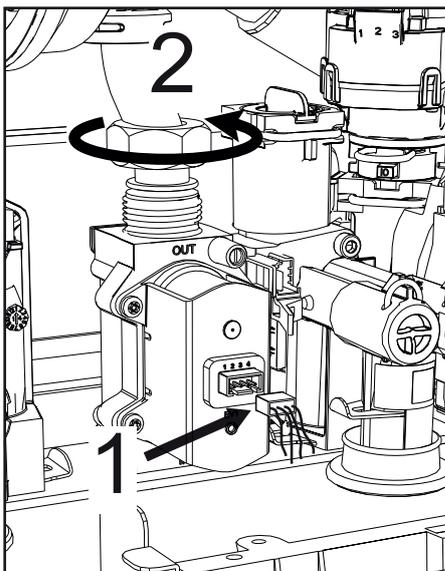

fig. 53 -
- Scollegare i connettori elettrici "1" ("fig. 53 -").
- Scollegare il tubo di alimentazione gas "2" ("fig. 53 -")